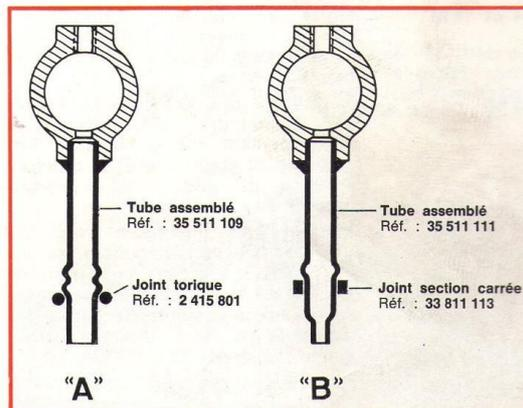

Fig. G8 —
**Nota :** Le joint du tube de graissage de la rampe des culbuteurs sera placé comme indiqué à la figure G8. A partir des numéros de moteurs suivants :
le tube de graissage de la rampe des culbuteurs et son joint torique (A, fig. G8) ont été remplacés par un tube de graissage avec goulot de dégagement à l'entrée du tube et un joint à section carrée (B, fig. G8). Dans la culasse, l'alésage du trou de passage du tube de graissage est passé de Ø 9,52 mm à Ø 10,08 mm.
■ Ancien montage (A, fig. G8) : pour utiliser le joint torique 2 415 801, le tube de graissage 35 511 109 est droit avec deux bossages circulaires servant de logement pour le joint, le montage terminé. Pour ce faire, le joint torique était placé sous le premier bossage et, lors de l'enfoncement du tube dans la culasse, roulait sur le premier bossage pour trouver sa bonne position entre les